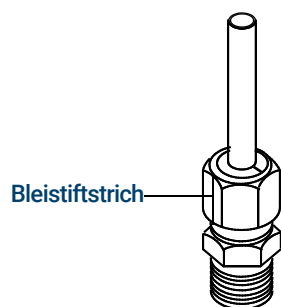

Abbildung 26. Markieren der Armatur
- 7 Markieren Sie die Mutter mit einem Bleistiftstrich. Siehe **Abbildung 26**.